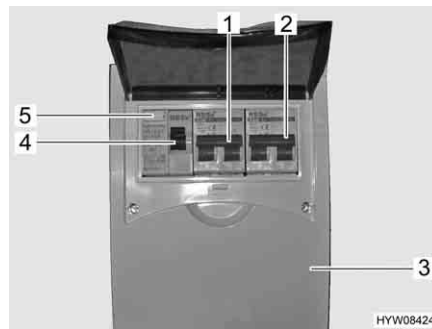

Fig. 67 Scatola dei fusibili a 230 V con interruttore di sicurezza e interruttore automatico FI
Un interruttore di sicurezza per correnti di guasto (interruttore automatico FI) (Fig. 67,4) nella scatola dei fusibili (Fig. 67,3) protegge l'intero veicolo da correnti di guasto (0,03 A).
L'interruttore di sicurezza collegato in serie (10 A) (Fig. 67,1) protegge le prese da 230 V, la centralina elettrica, il caricabatteria supplementare e il frigorifero.
Per veicoli con accessori opzionali, p. es. l'impianto di climatizzazione a tetto, un ulteriore interruttore di sicurezza (16 A) (Fig. 67,2) protegge l'apparecchio.
- Se il veicolo è collegato all'alimentazione a 230 V, premere il tasto di controllo (Fig. 67,5). L'interruttore di sicurezza per correnti di guasto (FI) deve scattare.